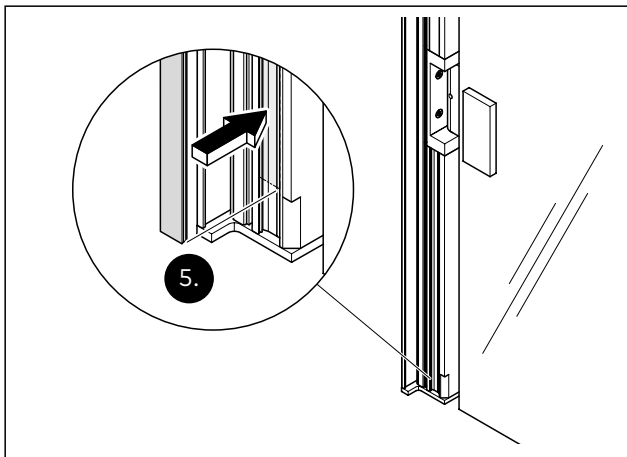

Abb. 10 Die gekürzte Dichtung in das vorbereitete Deckprofil für die Zarge unter dem Türband einsetzen
5. Die gekürzte Dichtung in das vorbereitete Deckprofil bündig zum Türband einsetzen (Abb. 10).